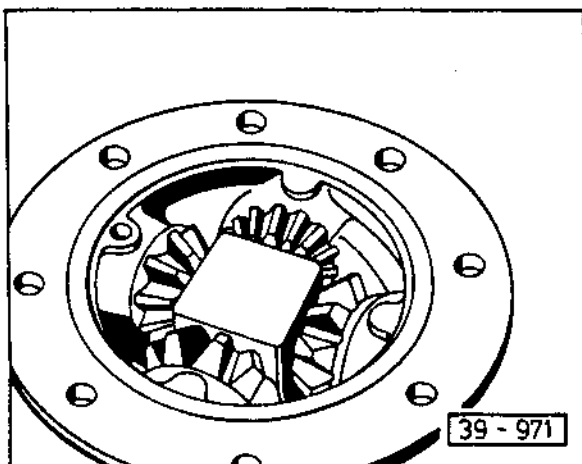

Abb. 2 Kleine Ausgleichkegelräder mit Anlaufscheiben und Distanzstück einsetzen
o einstellen - Abb. 2
- Abb. 2